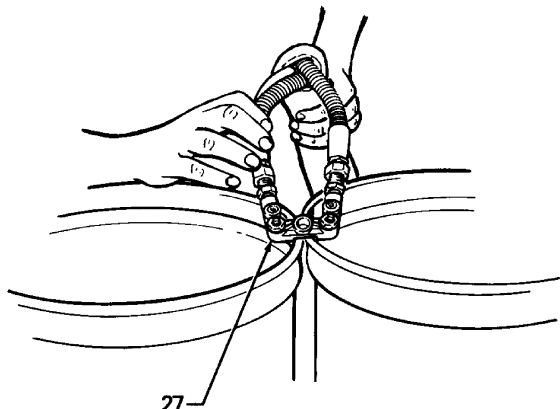

Fig. 17
- i. Abrir las válvulas de aire de las bombas de alimentación (8). Ver la instalación tipo.
- (1). Con la pistola desconectada del colector sujetar este último (27) para que cada orificio de salida se encuentre directamente por encima de un recipiente de recuperación (ver Fig. 17).